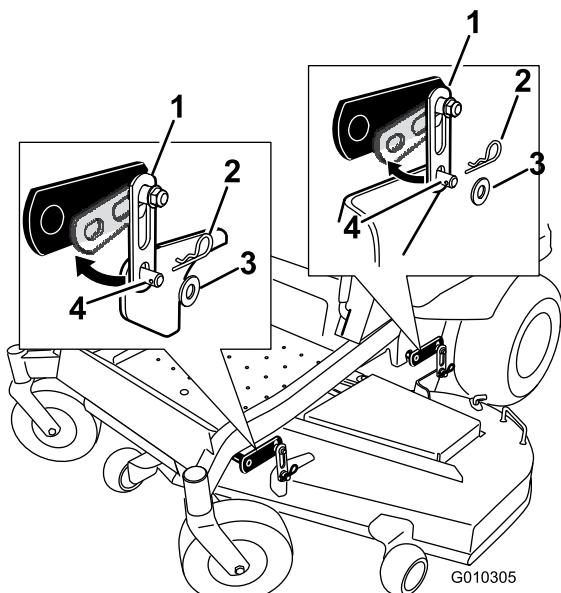

Figura 73
2. Retire los herrajes de las pletinas de suspensión delanteras y traseras en ambos lados de la carcasa (Figura 73).
5. Eleve la parte trasera de la carcasa del cortacésped y sujetela el soporte trasero de la carcasa a las pletinas de suspensión traseras. Sujételos con una arandela y un pasador de horquilla (Figura 73).
6. Conecte el soporte delantero de la carcasa del cortacésped a las pletinas de suspensión delanteras y sujetelas con una arandela y un pasador de horquilla (Figura 73).